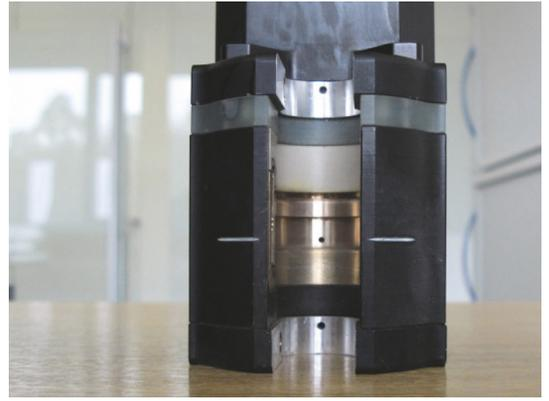
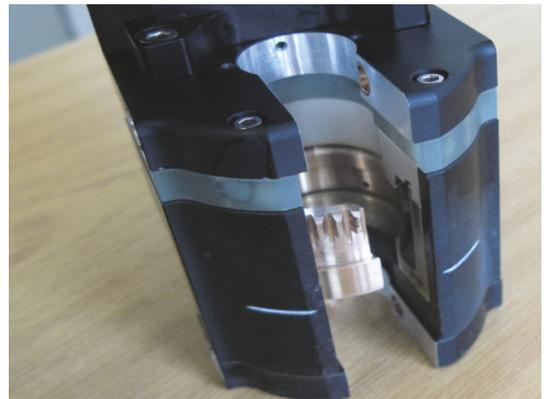

图7 焊头的垂直排列
图8 清洁电流/冷却接触面的起始位置
8. 将焊头在垂直方向对齐 (图7)。将齿轮 (转子) 放在如图所示的位置 (图8)。